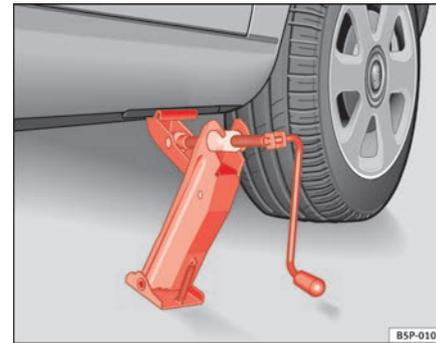

Abb. 177 Wagenheber
- Richten Sie den Wagenheber so aus, dass seine Klaue den Steg des Unterholms umfasst und die bewegliche Grundplatte plan auf dem Boden aufliegt ⇒ Seite 250, Abb. 177.